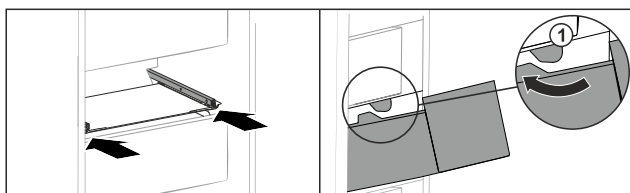

Fig. 198
- ▶ Ved'te zásuvku podél zářávek Fig. 198 (1).